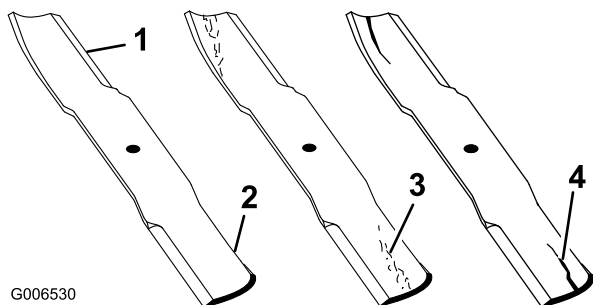

Figure 75
1. Examinez le tranchant des lames (Figure 75). Si les lames ne sont pas tranchantes ou présentent des indentations, déposez-les et aiguisiez-les. Reportez-vous à Affûtage des lames (page 55).
2. Inspectez les lames, surtout la partie relevée. Remplacez immédiatement toute lame fendue, usée ou qui présente une entaille (Figure 75).